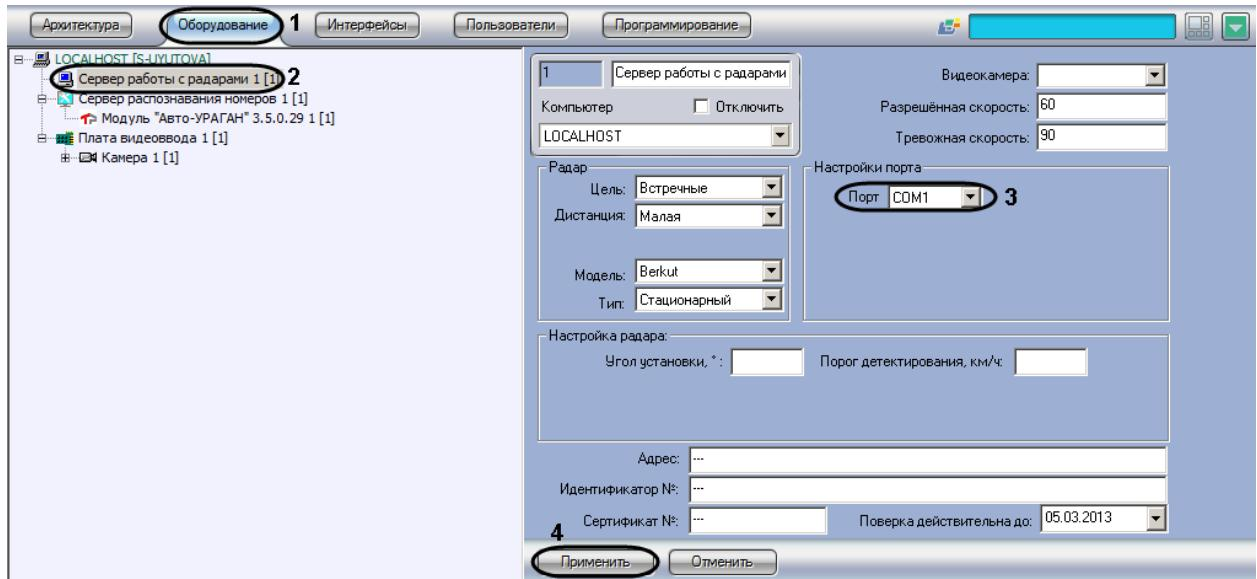

Рис. 7.3—1. Панель настроек объекта «Сервер работы с радарами»
1. Перейти во вкладку «Оборудование» диалогового окна «Настройки» программы «Авто-Интеллект» (см. Рис. 7.3—1, 1).
2. В дереве объектов на вкладке «Оборудование» выбрать объект «Сервер работы с радарами», соответствующий настраиваемому программному модулю «Радар» (см. Рис. 7.3—1, 2). В правой части вкладки «Оборудование» отобразится панель настройки выбранного объекта.
3. Из списка «Порт» выбрать номер последовательного (COM) порта подключения устройства «Радар» (см. Рис. 7.3—1, 3).
4. Нажать кнопку «Применить» для сохранения всех изменений (см. Рис. 7.3—1, 4).